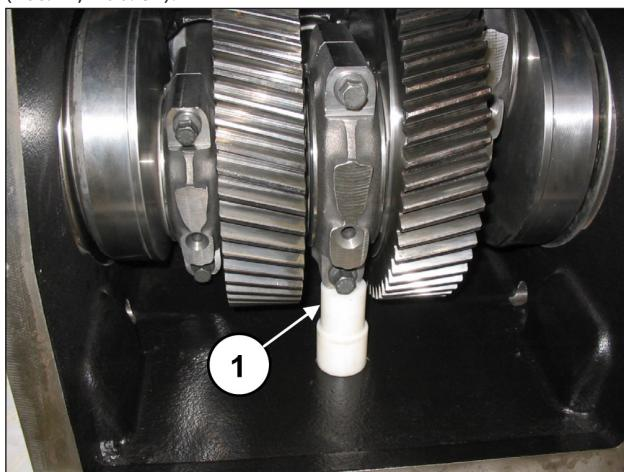

Abb. 84
Setzen Sie eine Passscheibe unter den Schaft der mittleren Pleuelstange, um die Drehung der Kurbelwelle zu kontrollieren (Pos. ①, Abb. 84).